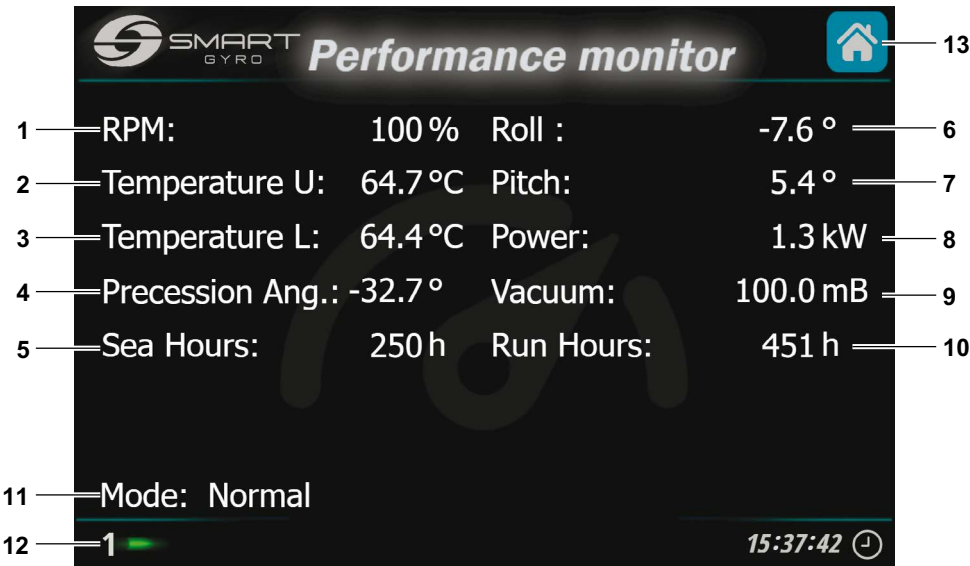

Figure 33
Appuyer sur l'icône de la page de suivi des performances (Figure 17, (4)) pour accéder à la page de suivi des performances (Figure 33).